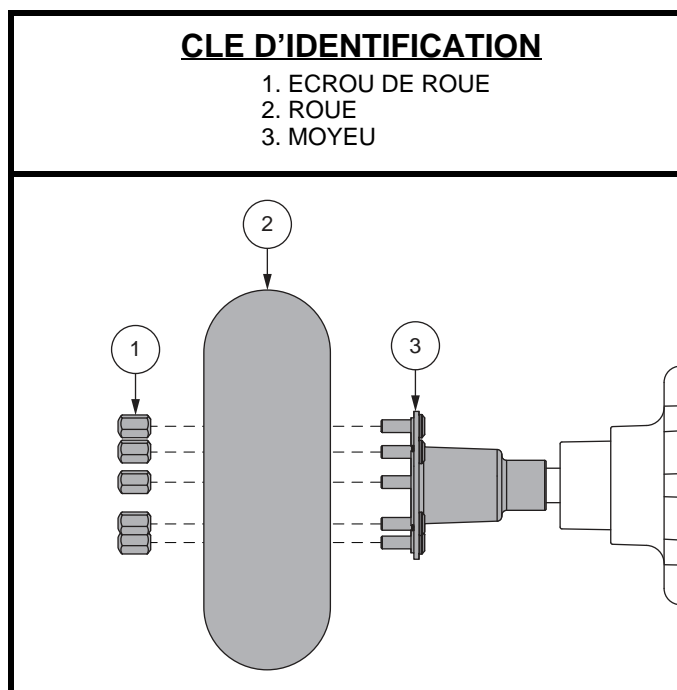

Figure 26. Enlèvement de la roue motrice
4. Retirez les écrous de roue du moyeu. **Voir la figure 26.**